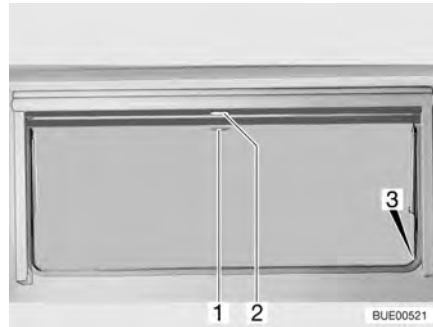

Bild 66 Överkantshängda fönster
- Drag ned mörklägningsrullgardinen med handtaget (Bild 66,2). När mörklägningsrullgardinen dras ned helt fäster man det i spärrarna (Bild 66,3) på båda sidorna på fönsterkarmen.
- När mörklägningsrullgardinen är helt neddragen: Tryck ned handtaget (Bild 66,2) och drag det något inåt. Nu kan man ta loss mörklägningsrullgardinen ur spärrarna på båda sidorna av fönsterkarmen.
- När mörklägningsrullgardinen inte är helt neddragen: Drag handtaget (Bild 66,2) lätt nedåt tills spärren släpper.
- Drag ner insektsnätet med handtaget (Bild 66,1) och fäst det i spärrarna (Bild 66,3) på båda sidorna av fönsterkarmen.
- Tryck ned handtaget (Bild 66,1) och drag det något inåt. Lossa insektsnätet ur spärrarna på båda sidorna av fönsterkarmen.